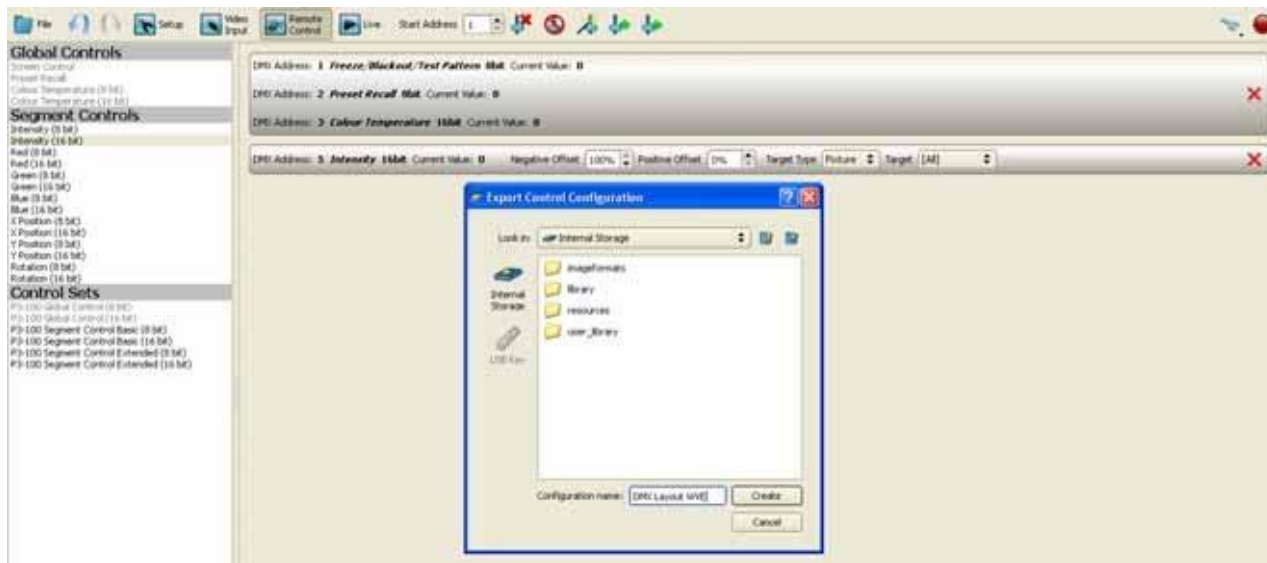

Рисунок 36: Экспорт макета каналов управления DMX
- Можно экспортировать весь набор каналов управления DMX в текущем макете для повторного применения в другой конфигурации, или чтобы отобразить их, нажав на кнопку export (экспортировать). См. рисунок 36. Расположение можно сохранить на внутренней памяти P3-100 или на USB-накопителе как файл XML. Выбрать расположение, дать имя набору каналов управления DMX и нажать Create (Создать).